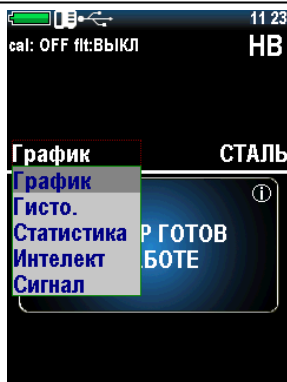

Рисунок 2.8 – Выбор режима измерения
7. Выбрать нужный режим измерения (см. п. 2.3.6), для чего нажатием клавиши «**MODE**» открыть меню выбора (рис. 2.8), где клавишами «» и «» выбрать нужный режим («ГРАФИК», «ГИСТО.», «СТАТИСТИКА», «ИНТЕЛЛЕКТ», «СИГНАЛ»).